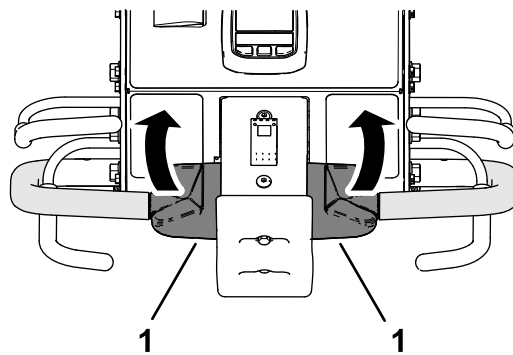

Figura 38
3. În timp ce ینی maneta pentru prezența operatorului și maneta de aerare, rotești partea superioară a comenzii de traciune spre înapoi (Figura 38).